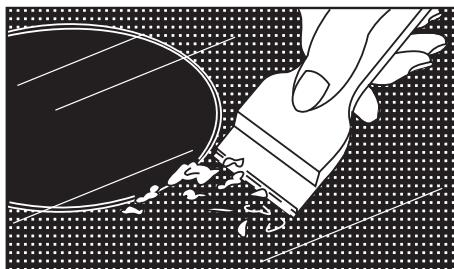

Рис. 15
- Если случайно изделие из алюминиевой фольги или пластмассы расплавится на поверхности стеклокерамического стола или к нему прикипит сахар – их следует немедленно удалить с помощью скребка, входящего в комплект плиты (рис. 15).